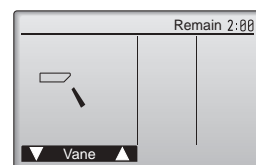

Fig. 7-4
- 2 Πατήστε το πλήκτρο [ΕΠΙΛΟΓΗ] για να εμφανιστεί η οθόνη της λειτουργίας Vane (Πτερύγιο φερρωτής) και, στη συνέχεια, πατήστε τα κουμπιά [F1] και [F2] για να ελέγξετε την αυτόματη διακύμανση της κατεύθυνσης του αέρα. (Fig. 7-4)